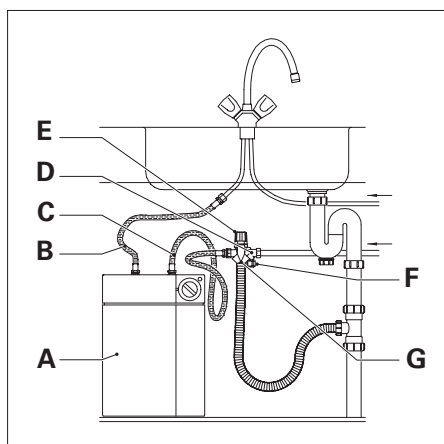

Fig. 2.1 Principewerking met inlaatcombinatie
- Sluit de stopkraan van de inlaatcombinatie (fig.2.1).
Controleer regelmatig of de ontlastklep (fig. 2.1) ongehinderd expansiewater uit de boiler afvoert. Om kalkafzetting in de ontlastklep te voorkomen, dient u deze regelmatig te bedienen.